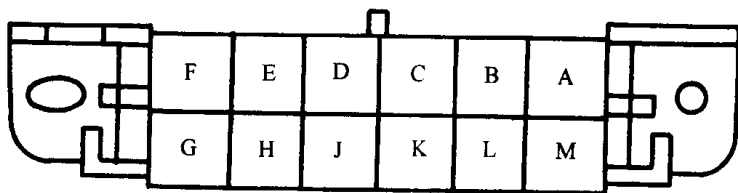

图 1-1 DLC 接头
1) 将 DLC 接头的针脚“H”接地到针脚“A”上, 如图 1-1。打开点火开关, 在针脚